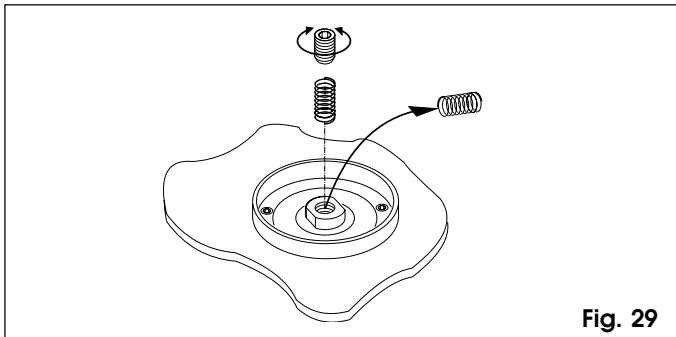

Fig. 29
- El operador se proporciona de serie con el muelle de regulación del embrague para verjas de hasta 1000 Kg. Para verjas de peso superior, hay que utilizar el muelle alternativo en dotación. Para sustituir el muelle, remítanse a la Fig.29.